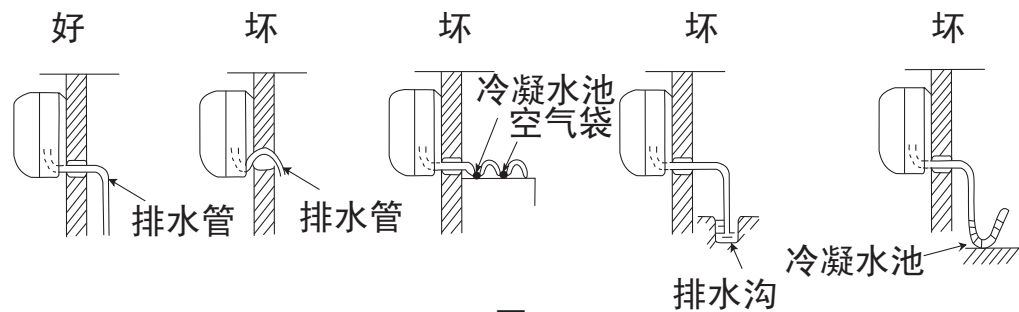

图41
- 1 用附件 ⑭ 排水管与室内机组的出水管连接起来。
- 2 如要使冷凝水流得舒畅，排水管应倾斜少许，如图41所示。